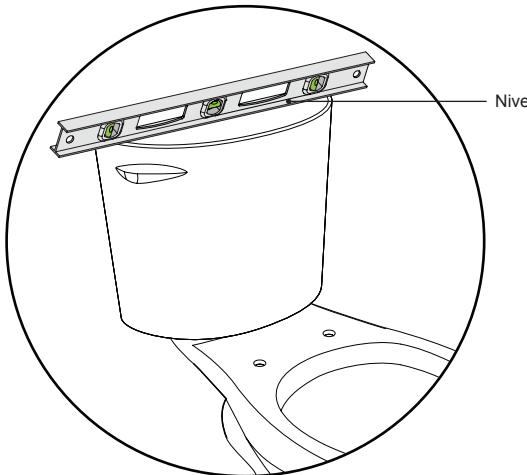

Figura 12
- 6** Cuando termine, coloque un nivel en la parte superior del tanque (Figura 12). El tanque debe estar al mismo nivel. Si no lo está, haga los ajustes necesarios en este momento.